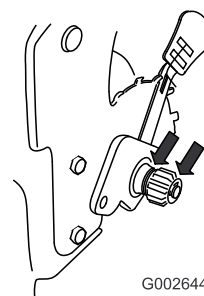

Figure 39
2. Appliquez une couche d'huile de graissage à l'intérieur et à l'extérieur des engrenages, de la manière indiquée (Figure 39).